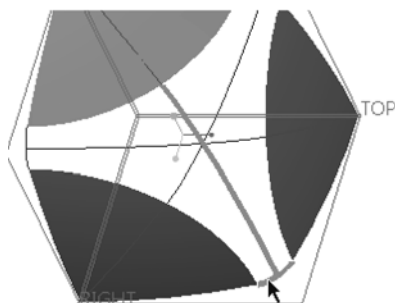

图 7-88 选择带参考曲线
③ 系统提示选取第一条带参考曲线，选择如图 7-88 所示的一条曲线作为带参考曲线（图中鼠标光标所指的曲线），接着在“带项”菜单中选择“确认曲线”选项。